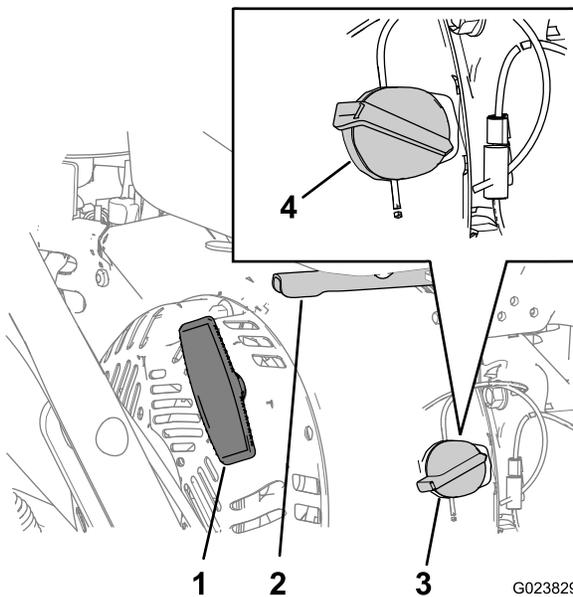

Figura 10
4. Tire lentamente del arrancador de retroceso del motor hasta que note resistencia, luego deje de tirar. Deje que el arrancador vuelva, luego tire con firmeza en línea recta (Figura 10).
2. Mueva el acelerador a un punto intermedio entre las posiciones de Lento y Rápido (Figura 10).
3. Deje el motor en marcha durante un mínimo de 15 segundos, luego gire el interruptor de encendido/apagado del motor a la posición de Apagado para parar el motor (Figura 10).
1. En el lado derecho del motor, gire el interruptor de encendido/apagado del motor en sentido horario a la posición de Encendido (Figura 10).
3. Mueva el acelerador a un punto intermedio entre las posiciones de Lento y Rápido, situadas en el lado trasero derecho del motor (Figura 10).